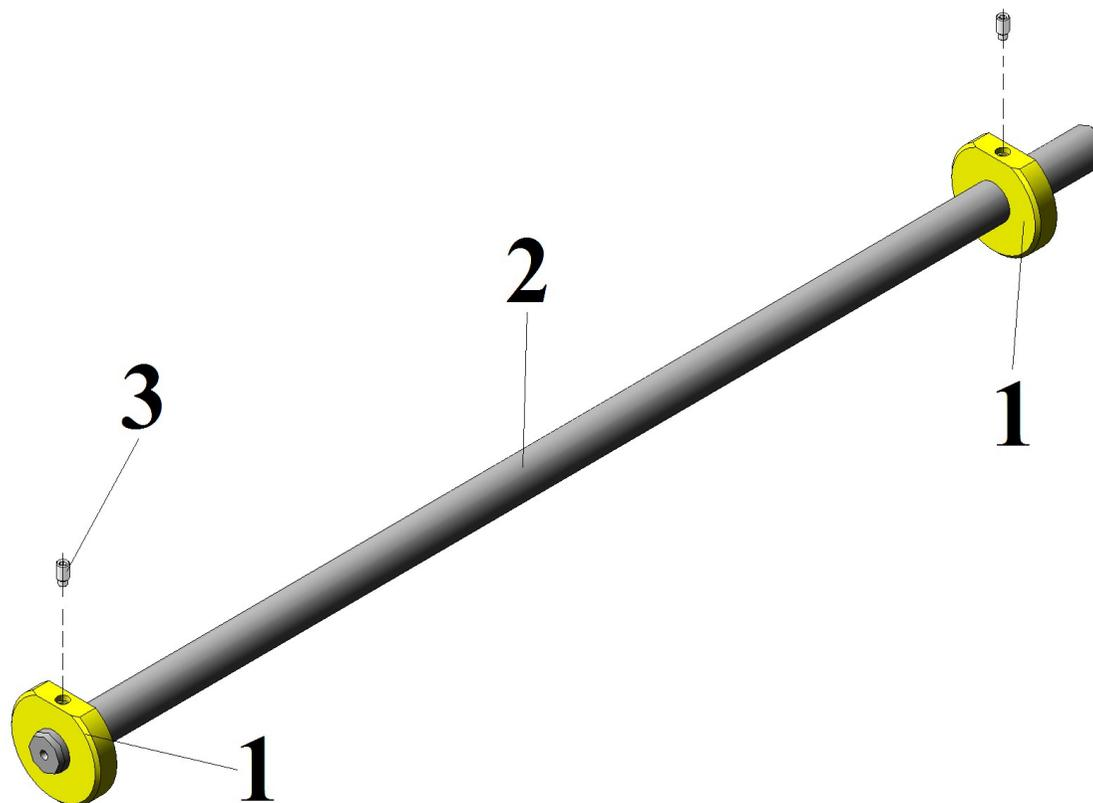

Рис. 21 Цапфа холостая ЖНС-6.04.300
*) - крепление козырьков см. рис. 21